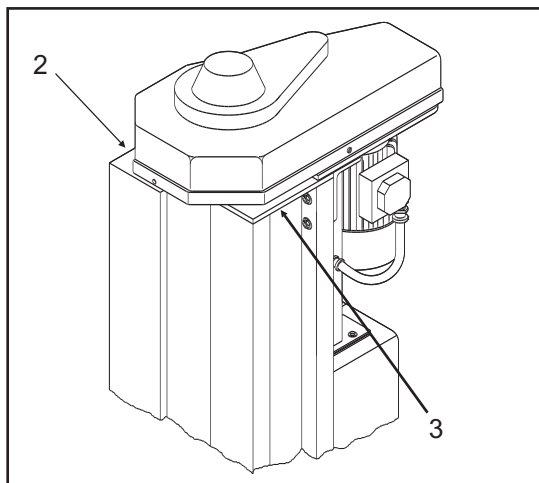

Fig.18 Abb.18
- in caso di extra corsa della parte mobile sono previsti un finecorsa elettrico (2) ed una piastra in acciaio (3) di blocco sulla parte superiore delle colonne (fig.18).
- to prevent overrun of the mobile part, an electric limit switch (2) and a steel plate stop (3) are envisaged for the upper part of the post (fig.18).
- un contact de fin de course (2) et une plaque d'arrêt en acier au sommet de la colonne (3) interviennent en cas de dépassement de course de la partie mobile (fig. 18).
- bei einem Extralauf des beweglichen Teiles greift ein elektrischer Endschalter (2) und eine Sperr-Stahlplatte (3) am Säulenoberteil ein (Abb. 18).
- en caso de recorrido extra de la parte móvil están previstos un final de carrera eléctrico (2) y una plancha de acero (3) para bloqueo en la parte superior de la columna (fig. 18).